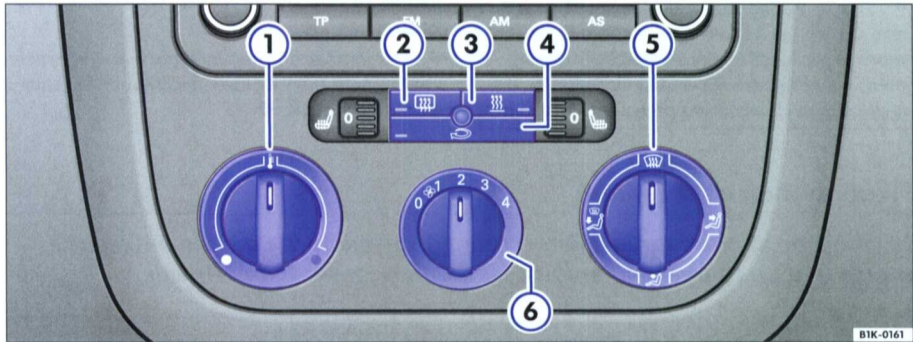

Fig. 84 Dans la console centrale : éléments de commande du chauffage
– Les régulateurs ⇒ fig. 84 ① et ⑤ et la commande ⑥ vous permettent de régler la température, la répartition de l'air et la vitesse de la soufflante.
– Appuyez sur la touche ② ou sur la touche ④ pour activer ou désactiver la fonction correspondante. Le témoin intégré à la touche s'allume lorsque la fonction est activée.